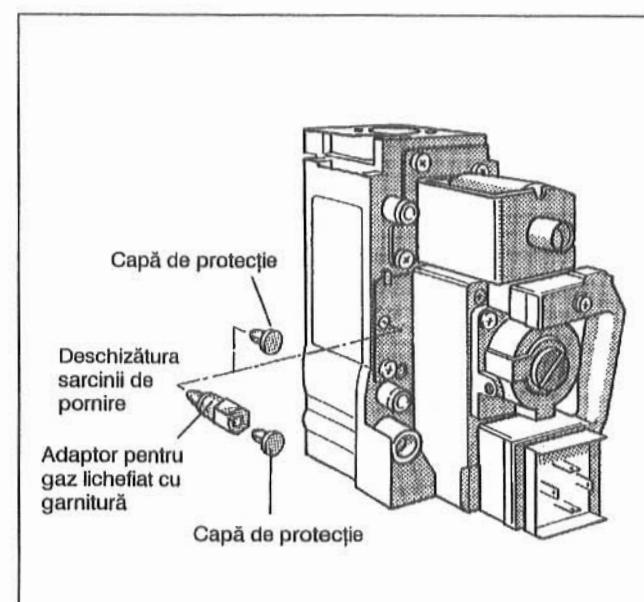

Fig. 36: Armătura arzătorului de gaz "Honeywell" VR 4601 C/CB
- La schimbarea pe gaz lichefiat se îndepărtează capă de protecție de pe deschiderea sarcinii de pornire iar adaptorul pentru gaz lichefiat (simbolul: 230) se înșurubează cu garnitură inelară. Dacă adaptorul pentru gaz lichefiat nu este prevăzut cu o capă proprie de protecție, se aşează capă deschiderii sarcinii de pornire pe adaptorul de gaz lichefiat (Fig. 36).
La schimbarea pe gaz metan se scoate afară adaptorul iar capă de protecție se aşeză pe deschizătura sarcinii de pornire (Fig. 36).